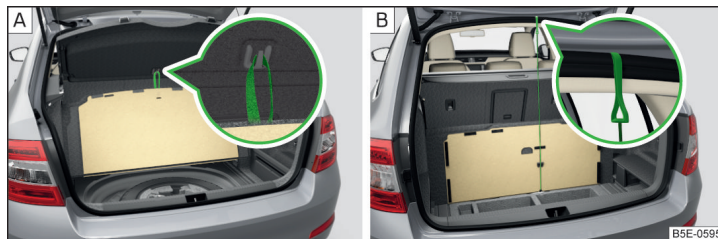

Fig. 109 Fijar la moqueta: Variante 1 / Variante 2
**Variante de fijación de la moqueta » fig. 109**